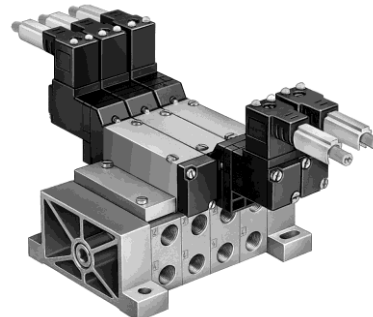

Fig. 22.
- Distributeurs individuels avec un montage en batterie, tous les raccords se retrouvent sur les embases. (Fig. 22).